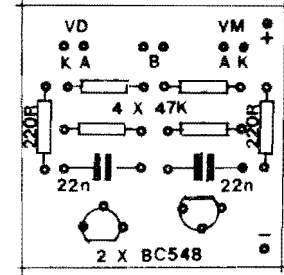

Fig.4
- **FIG. 4 - "CHAPEADO" DA MONTAGEM** - Agora vista pela face não cobreada (na figura anterior, o Impresso era visto pelo lado do cobre...), a placa mostra em estilizações claras e precisas, as posições, códigos, valores e demais dados importantes, todos os principais componentes (só não estão lá, os LEDs, o **push-button** e as pilhas...). Atenção aos transistores, que **não podem** ser colocados/soldados **invertidos**, observando que o BC548 da esquerda fica com seu lado "chato"